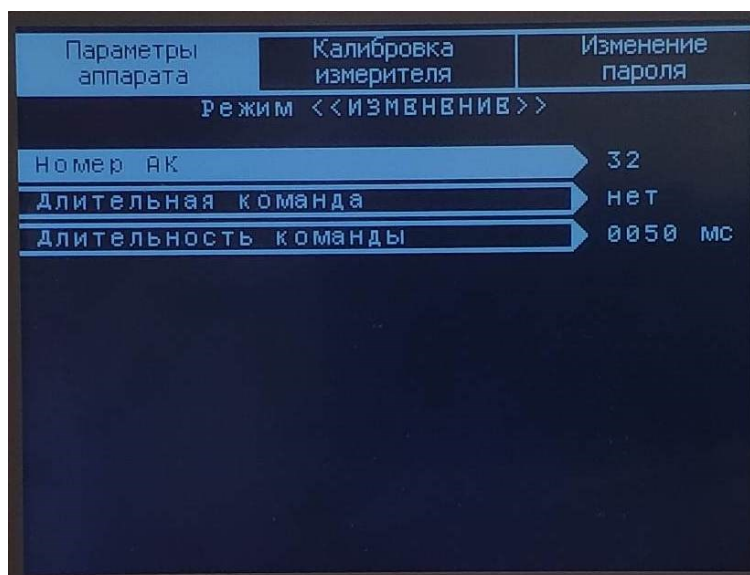

Рисунок 8 – Подраздел «Конфигурация команд»
2.1.1. «Конфигурация команд» - подраздел предназначен для задания длительности передаваемых аварийных команд (см. рисунок 8).